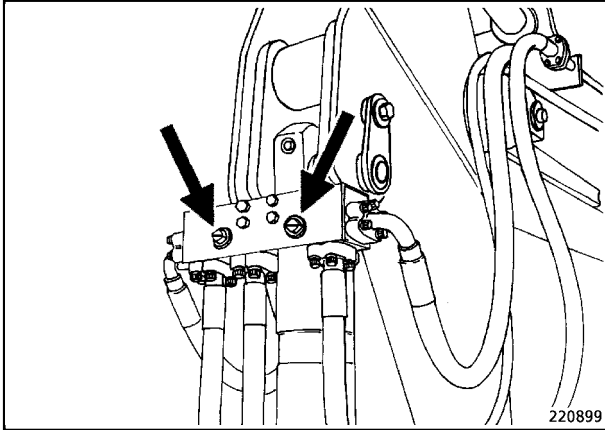

Fig. 17
Para conmutar el equipo de trabajo del servicio con cuchara hacia abajo al servicio con cuchara bivalva, deben conmutarse dos válvulas (Fig. 17) en el cilindro de cuchara.
- Poner las ranuras de marcación en los cuadrados de las válvulas (flechas, Fig. 17) en posición horizontal.
- Poner las ranuras de marcación en los cuadrados de las válvulas (flechas, Fig. 17) en posición vertical. □